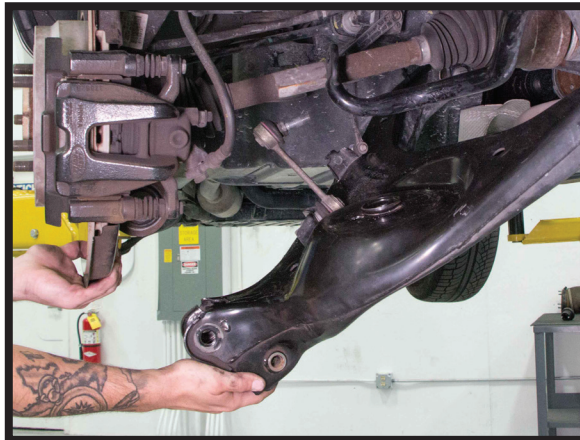

FIGURE 45
15. SEPARATE THE SPINDLE FROM THE LOWER CONTROL ARM. (FIGURE 45)